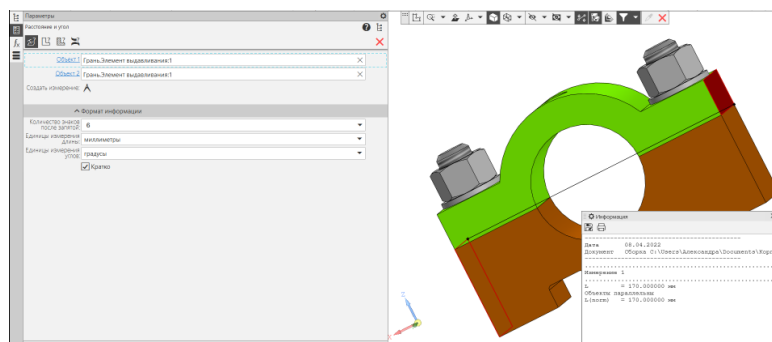

Рис. 32 Команда «Измерение и угол»
- **Сборка – Диагностика – Измерение и угол.** Команду используют для проверки габаритных и других размеров сборочной единицы. Результат измерения отображается в окне «Информация» (рис. 32). Панель содержит также команды для определения площади выбранных элементов, длины ребер, массоцентровочные характеристики сборочной единицы.